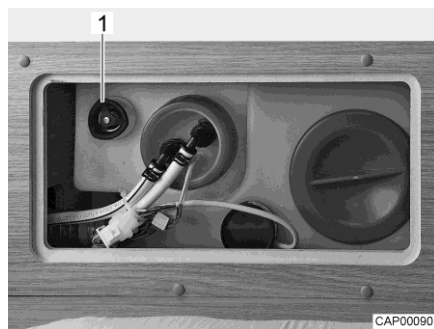

Fig. 96 Serbatoio dell'acqua con maniglia girevole
- Sul serbatoio dell'acqua ruotare la maniglia girevole (Fig. 96,1) in senso antiorario, oltre la resistenza verso l'esterno fino all'arresto, per aprire completamente l'apertura di scarico.